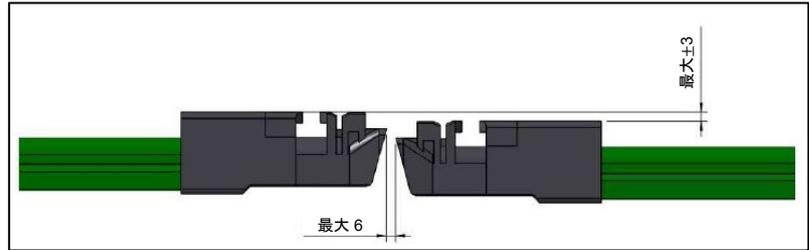

図 72: 高さ(垂直)オフセットと空隙
- 切換えスイッチやリフト部の取付形鋼はコンダクターレールを取付ける前に揃っていることを確認してください(図 72~75 参照)。